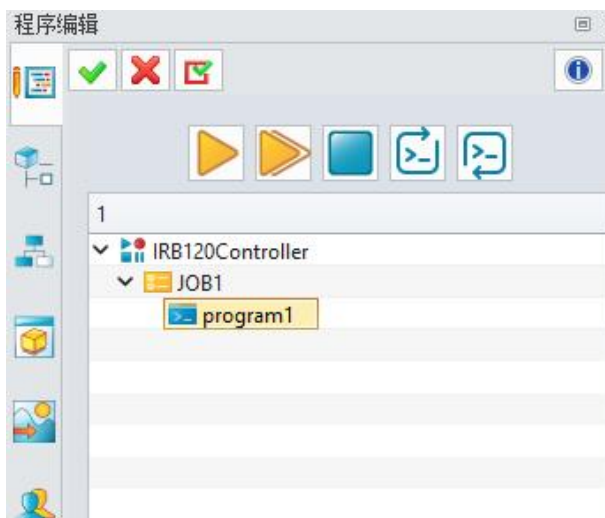

图 9-11: 编辑程序
- 编辑所选程序: 在 "程序编辑" 窗口中, 右键单击 "program1" 并选择 "编辑程序" 打开程序参数界面。(图 9-11)